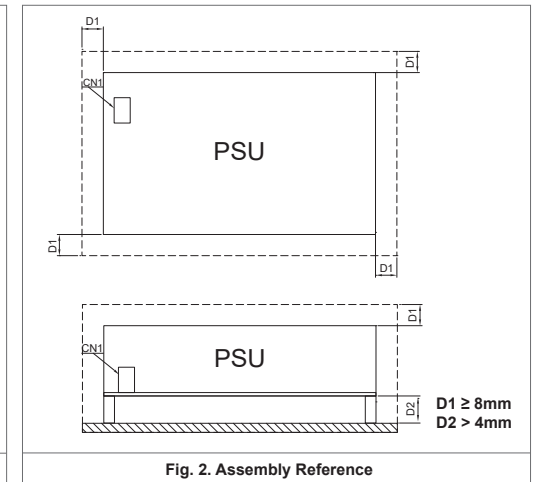

Fig. 2. Assembly Reference
- 出于安全原因，敬请确保安装电源与其他任何部件或设备保留 $\geq 8\text{mm}$ 之安全距离 (D1)。若安全距离 (D2) $< 8\text{mm}$ 且 $\geq 4\text{mm}$ (参见图2)。请在系统与产品间插入绝缘板。